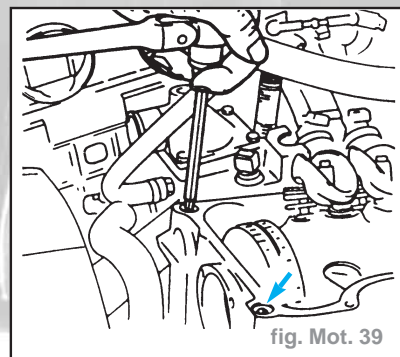

fig. Mot. 39
- Déposer les vis de blocage du carter de distribution de la culasse (fig. Mot. 39).
- Serrer les vis de la culasse au carter de distribution au couple de 2,5 daN.m (fig. Mot. 39).